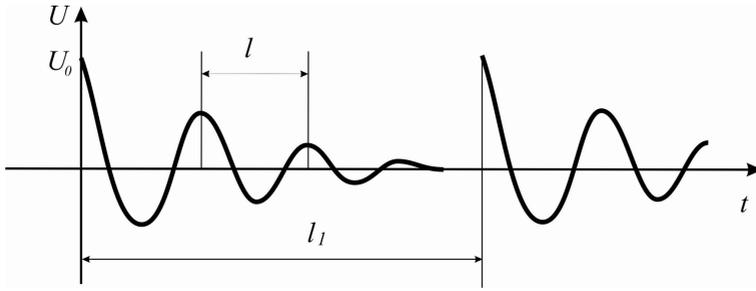

Рис. 2: Затухающие колебания
В случае, когда затухание мало, о затухающих колебаниях можно говорить, как о гармонических. В этом случае аргумент косинуса называют фазой, а коэффициент $U_0 e^{-\gamma t}$ — амплитудой колебаний. Величина γ определяет затухание колебаний: $\gamma = 1/\tau$, где τ — время, в течение которого амплитуда уменьшается в e раз. Заметим, что при $\gamma \neq 0$ напряжение не является строго периодической функцией времени, поскольку $U(t) \neq U(t + T)$. Говорить о периоде этой функции можно только в том смысле, что она принимает нулевые значения через равные промежутки времени. Зависимость напряжения от времени в режиме свободных затухающих колебаний представлена на рис. 2.
Происходящие в контуре колебания (см. рис. 2) наблюдаются на экране осциллографа. Длительность одного импульса опреде-
ляется временем $1/\nu$, где ν — частота, задаваемая звуковым генератором. На экране осциллографа ему соответствует отрезок l_1 . Это позволяет определить период T затухающих колебаний, которому на рис. 2 соответствует отрезок l . Очевидно, что $T = l / (l_1\nu)$.
2. Настроить осциллограф согласно техническому описанию. Получить на экране осциллографа устойчивую картину колебаний (см. рис. 2).